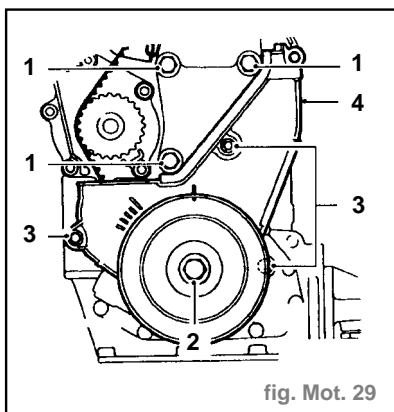

fig. Mot. 29
- Enlever les 3 boulons maintenant le support de silentbloc moteur droit sur le moteur (1) (fig. Mot. 29).